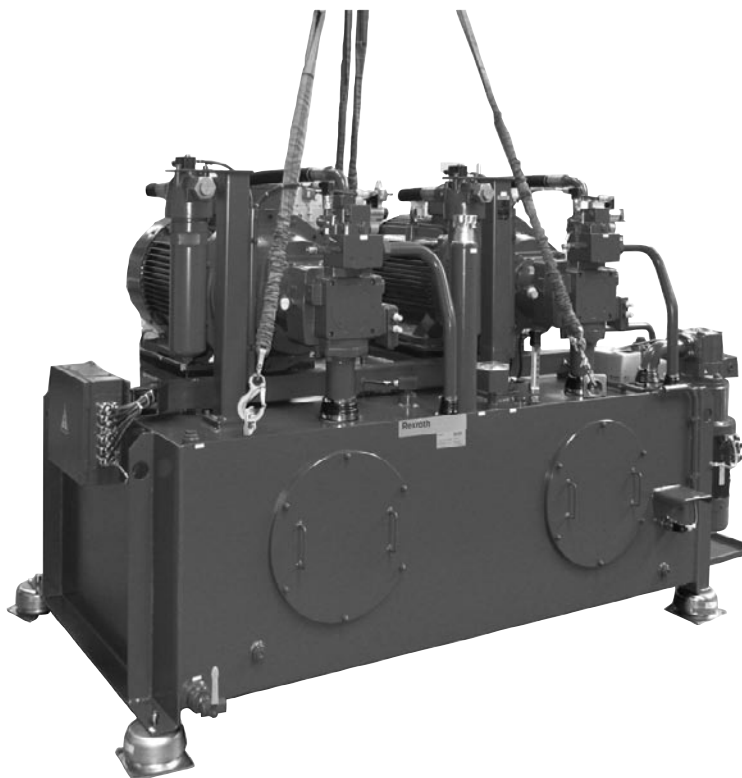

Fig. 5: aplicación de bandas elevadoras y puntos de anclaje
- ▶ Emplear para elevar los puntos y/o elementos de anclaje previstos para ello (ver fig. 5 y 6).